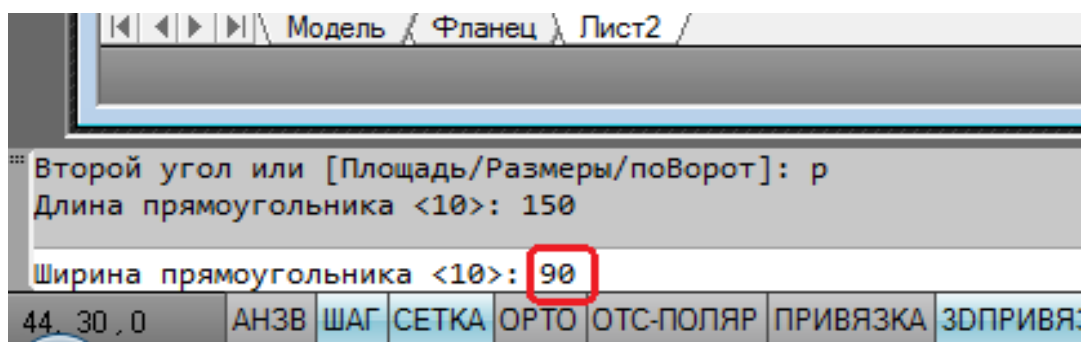

Рисунок 6.14
- ввести значение = 90 – Enter (рис. 6.14).